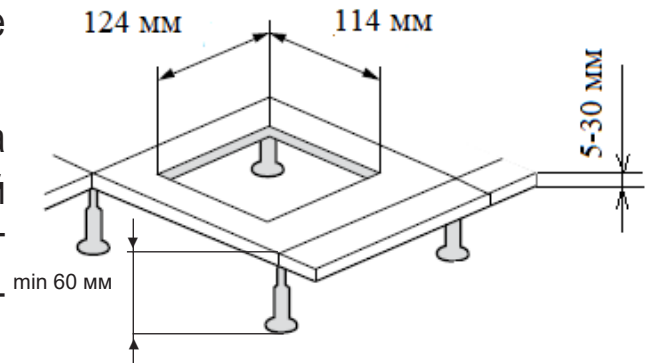

Рис. 3
1. Вырезать монтажное отверстие размером: 124 x 114 мм (рис. 3).